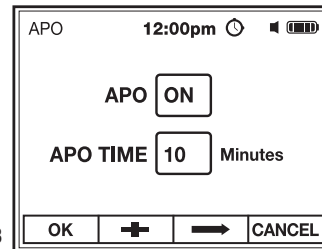

Fig. 23
2. Utilice el botón F3 \Rightarrow para seleccionar APO o APO TIME (resaltado en rojo), (Fig. 23).
3. Utilice el botón de función F2 + para ENCENDER o APAGAR el APO o ajustar el temporizador de APO (máx. 30 min), (Fig. 23).
4. Pulse el botón F1 OK para guardar el ajuste y volver a Ajustes del Medidor (Fig. 23).